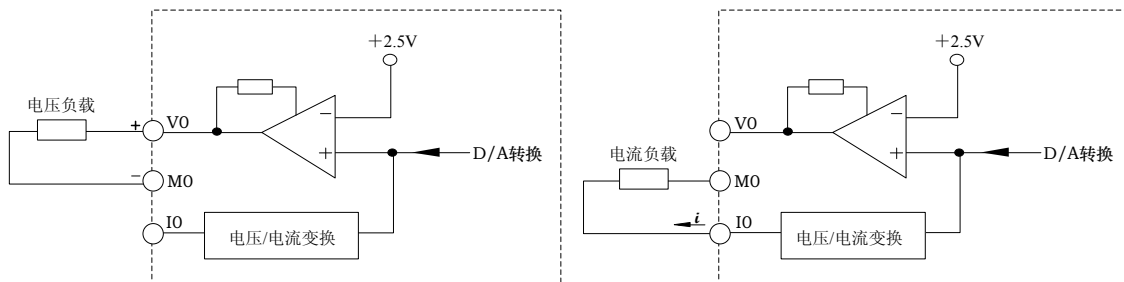

图 2.7.3 LM3107E AO 通道等效电路图
- 模拟量输出通道 (AO) 的等效电路如图2.7.3所示。